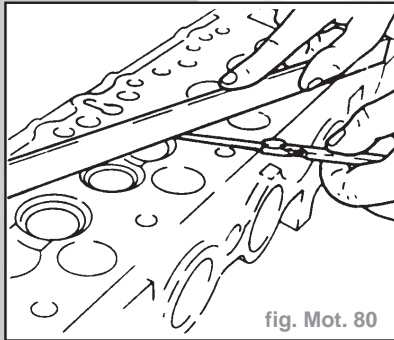

fig. Mot. 80
- Vérifier la planéité de la surface du plan de joint le long des quatre côtés ainsi que la déformation le long des diagonales de la culasse à l'aide d'une règle rectifiée appropriée (fig. Mot. 80).